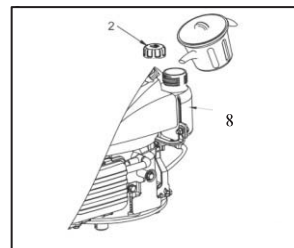

Fig. 5
1. Rimuovere il tappo del serbatoio (2).
2. Aggiungere carburante fino al segno di livello massimo posto sul collo del serbatoio (8) (vedi Fig. 5).